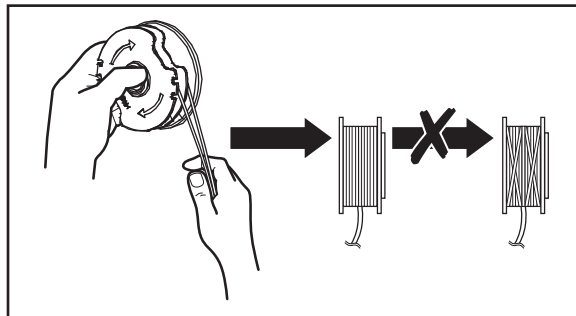

Fig. 28
7. Enrole firmemente todos os fios do aparador em redor da bobina do aparador (12c) na direção das setas na bobina do aparador (12c) (Fig. 28).